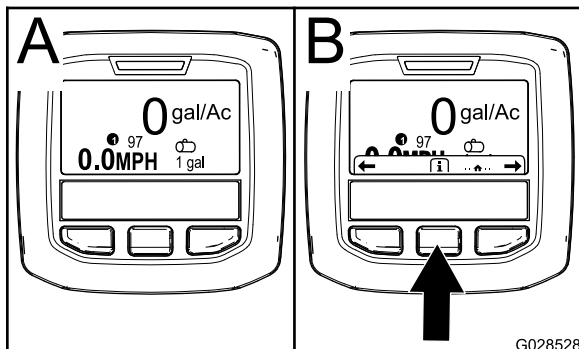

Bild 60
2. Nach ca. 15 Sekunden wird der Homebildschirm angezeigt. Drücken Sie die mittlere Auswahl taste, um den Informationskontext anzuzeigen (Bild 60).